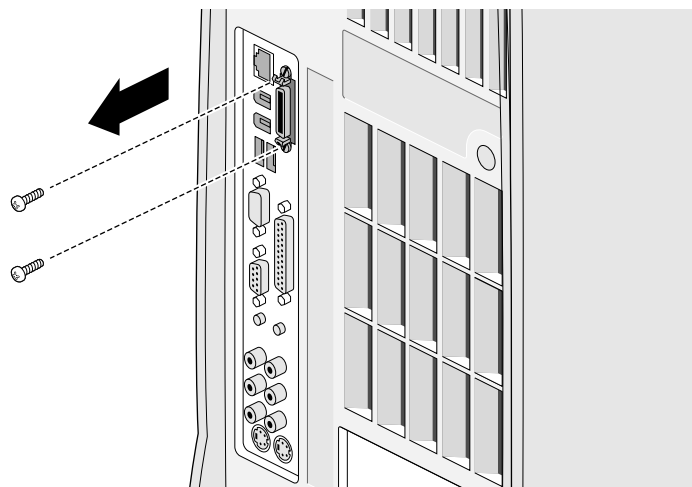

Figure 5-12 Retrait des vis du connecteur
7. Utilisez un tournevis Phillips afin de retirer les vis de fixation du connecteur de la carte d'extension de l'écran plat (voir Figure 5-12).